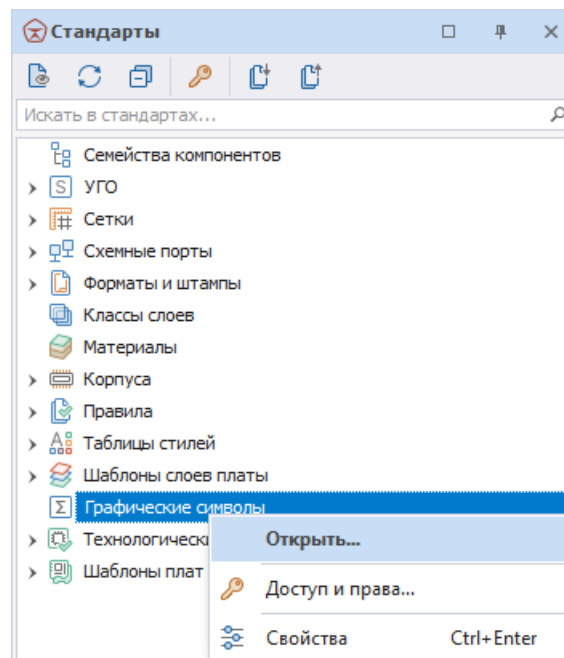

Рис. 118 Вызов редактора графических символов
2. Вызовите с узла контекстное меню и выберите пункт «Открыть...», либо дважды кликните по узлу, Рис. 118.